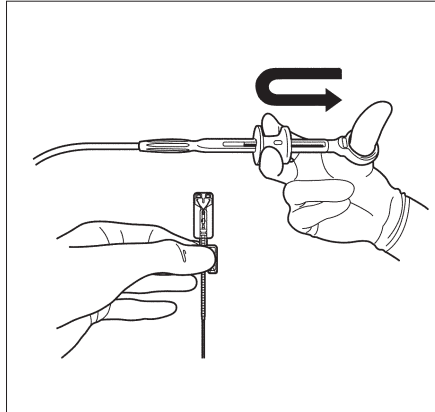

Рис. 3.5
5. Продвиньте ползунок вперёд (в дистальном направлении) до появления характерного щелчка, затем потяните его на себя (в проксимальном направлении) до упора (см. рис. 3.5). При этом присоединённый клипс находится внутри спиральной (проволочной) оболочки.